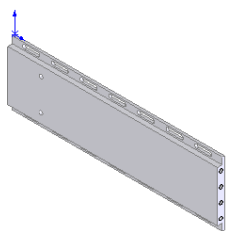

图 10-16 添加的螺纹孔
3) 按照图示进行设置后, 单击[位置]按钮, 然后用鼠标单击基准面, 添加四个点, 作为螺纹孔的位置并标注尺寸, 结果如图 10-15 所示。单击 按钮, 结果如图 10-16 所示。